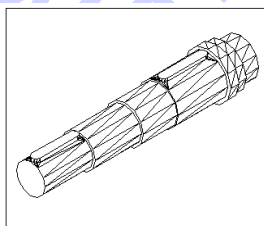

图 15-83
(25) 按照上述方法如法炮制。在第四段轴上也挖一个平键槽，并将另一个平键移动到平键槽上方。
(26) 消隐处理。单击  按钮或者在命令行直接输入 `hide`，结果如图 15-83 所示。
(27) 移动处理。单击  按钮或者在命令行直接输入 `move`，将上述实体从点 (0, 0, 0) 移动到点 (0, 200, 0)。